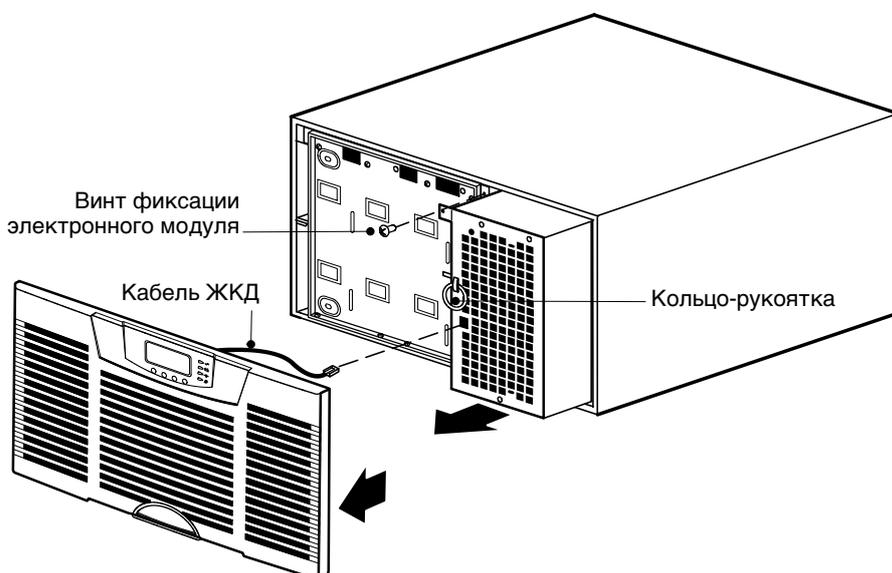

Рисунок 56. Снятие передней крышки ИБП и электронного модуля
3. Снимите переднюю крышку ИБП и электронный модуль и отложите их в сторону (см. Рисунок 56):